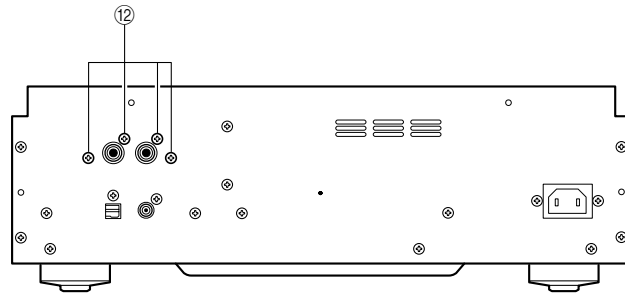

Fig. 5
- Remove 4 screws (⑫). (Fig. 5)
- ⑫のネジ4本を外します。(Fig. 5)